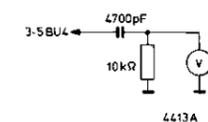

Fig. 38
- Ein Millivoltmeter über ein R-C-Filter an Punkt 4 von BU5 anschliessen (siehe Abb. 38).